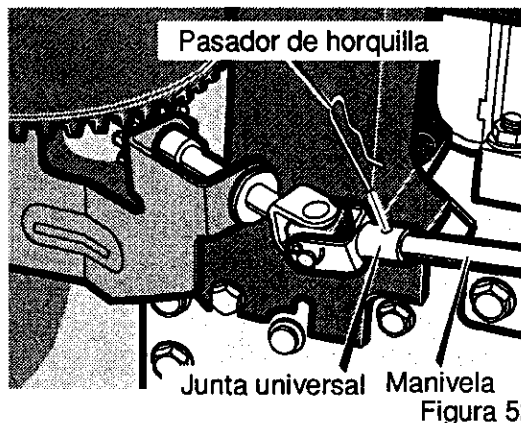

Figura 52
7. Conecte el eje de la manivela a la junta universal con el pasador de horquilla. Vea la Figura 52.